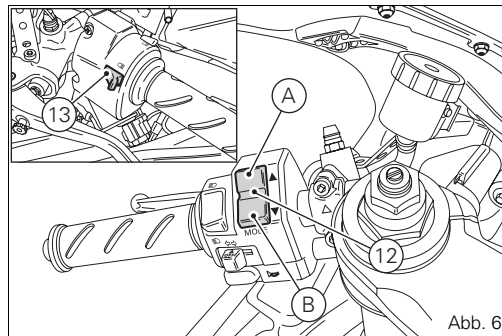

Abb. 6
12) STEUERTASTE (Abb. 6).
13) TASTE LICHTHUPE FLASH (Abb. 6).